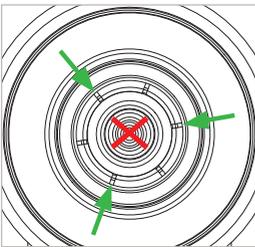

Abbildung 17
- ▶ Geben Sie je einen kurzen Sprühstoß mit dem Zielröhrchen zwischen jede zweite Spannange (*Abbildung 17*).
Achtung: Der Schmierstoff darf nicht in den Gaskanal gelangen (*Abbildung 17*).